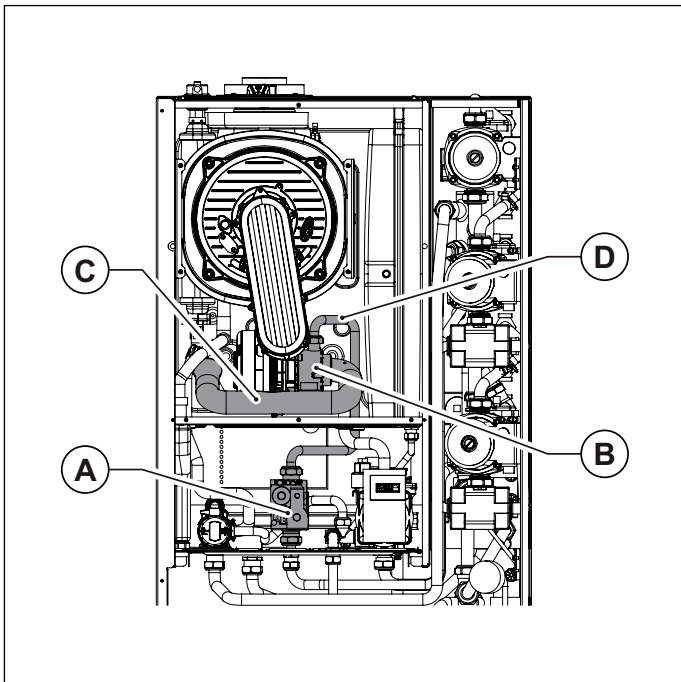

Рис. 37 Воздуховод
- Снять аспирационную воздушную трубку, вывернув предварительно винт, которым она крепится к смесительному узлу (смотри Рис. 37 Воздуховод).
- Отсоединить от смесительного узла газовую трубку (смотри Рис. 37 Воздуховод).